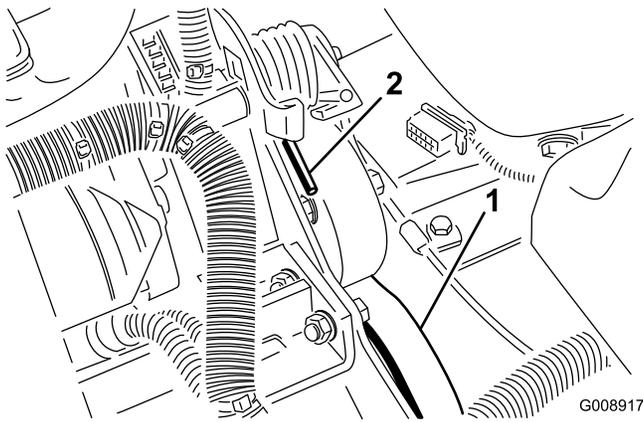

図 73
2. スプリングの端を前側に押し下げてブラケットから外し、スプリングのテンションをなくす 図 73。